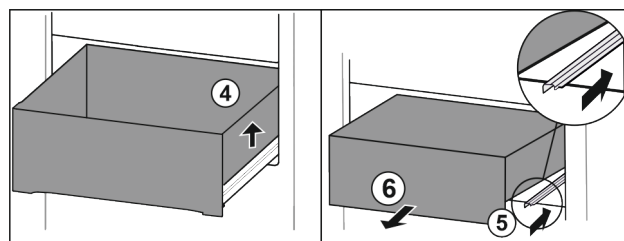

Fig. 83
- ▶ Nadzvedněte zásuvku vpravo. Fig. 83 (4)
- ▶ Zasuňte pravou kolejničku. Fig. 83 (5)
- ▶ Vyměňte zásuvku dopředu. Fig. 83 (6)